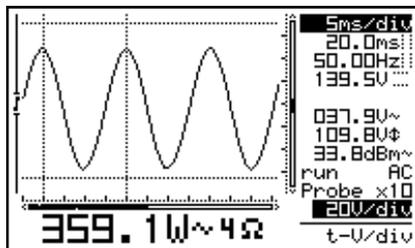

Fig 12
**Breve pressione:** utilizzare i tasti sinistro/destro per selezionare una delle 5 modalità di visualizzazione disponibili (vedere fig. 12 ÷ 16). Utilizzare i tasti su/giù per visualizzare/nascondere i marker o la griglia sullo schermo.